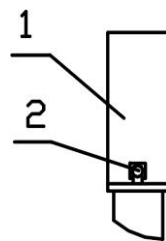

Рис.10.4
10.7.2 Аккуратно уложить кабели в КССТ-1 (КС-1Д, КС-1М или КСУМ-1), закрыть крышку 1 (рис. 10.4), закрепить с помощью винтов 2 и опломбировать.